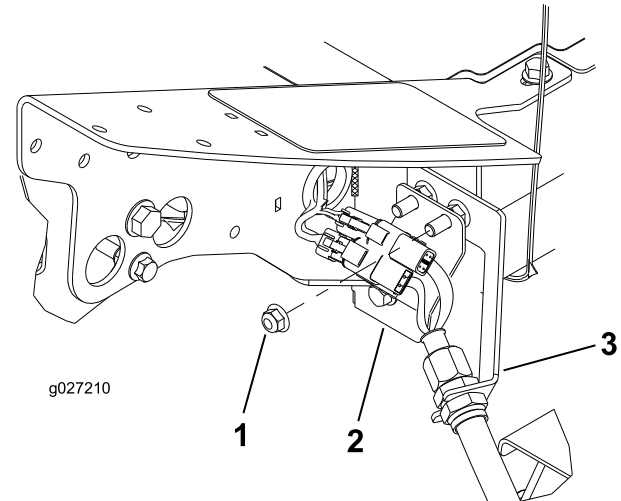

Рисунок 1
1. В переднем левом углу рамы (расположение режущего блока № 4) отверните дополнительную гайку с фланцевой головкой с болта крепления кронштейна перегородки к машине (Рисунок 1).
3. Установите соединительную планку на монтажные болты перегородки в таком положении, как показано на Рисунок 1.